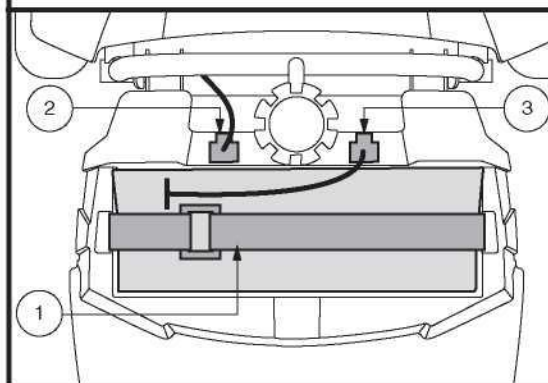

Figure 22. Sangle de fixation de la batterie
1. Débranchez les câbles de la batterie et retirez l'emballage de la batterie du Travel scooter. **Voir la figure 22.**
2. Débranchez les câbles d'alimentation de la batterie et les sangles de fixation puis retirez la batterie du Travel Scooter. **Voir la figure 22.**